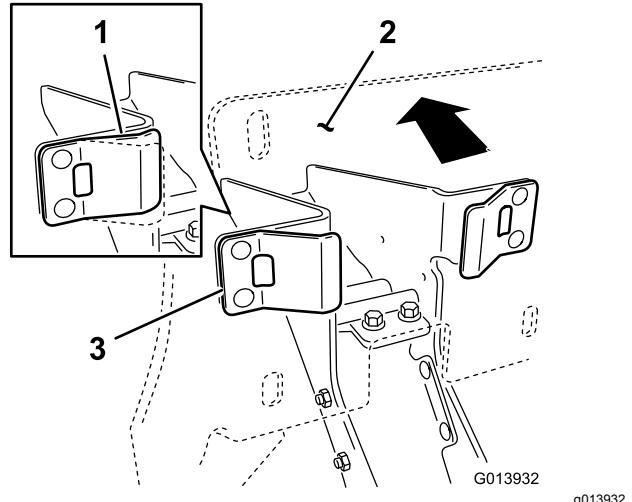

Figura 19
4. Asegúrándose de que los topes de plástico están en contacto con las pestañas de los muelles, aplique suficiente presión contra la chapa trasera del soporte para comprimir las pestañas de resorte hasta el punto intermedio (Figura 19).